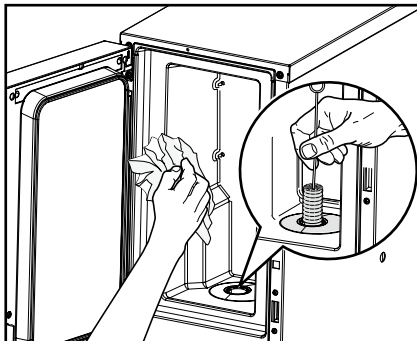

Abb. 25
4. Reinigen Sie den Innenbereich des Kühlfachs mit einem sauberen, feuchten Tuch und die Dosieröffnung mit einer Bürste. (Abb. 25)